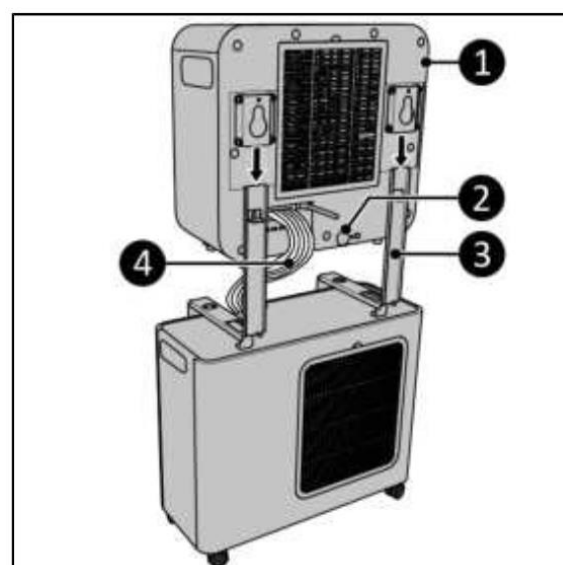

Figura 35
4. Glisați unitatea interioară (Figura 35, poz. 1) pe suporturi (Figura 35, articolul 3).
5. Dirijați furtunul de agent frigorific (Figura 35, articolul 4) între unitățile interioare și exterioare. Evitați îndoirea furtunului de răcire la unghiuri mai mici de 30 mm.
6. Scoateți dopul de apă (Figura 35, poz. 2).